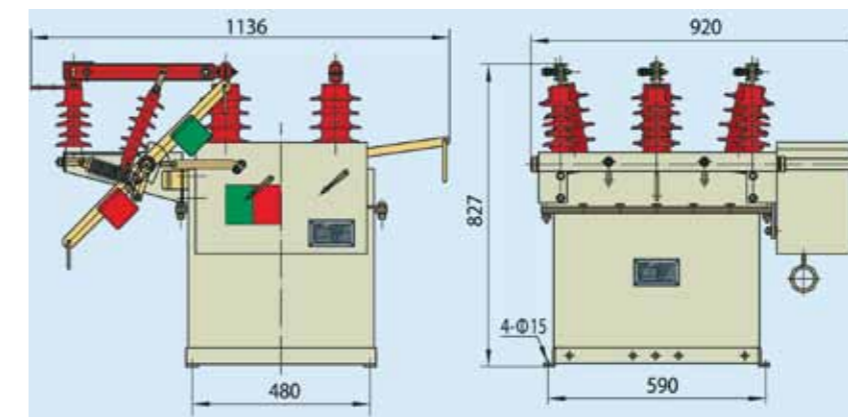

Рис. 6.2 Выключатель ZW8-12 с разъединителем
6.2 Выключатель ZW8-12 с разъединителем (см. рис. 6.2)